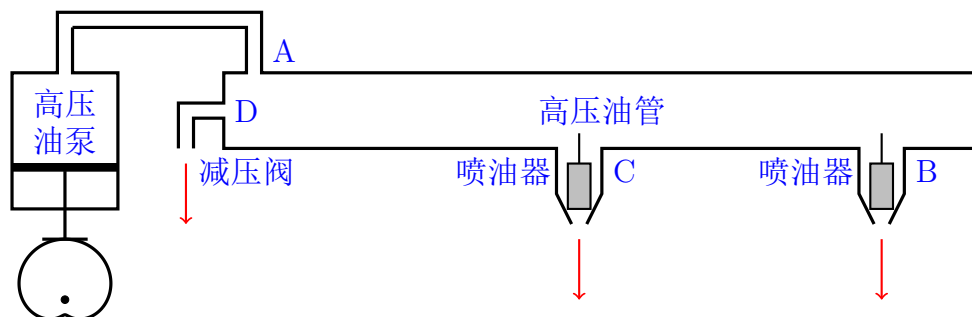

图 4 系统 3 示意图
- 喷油器 B：喷油器结构如图 4 所示，每秒工作 10 次，喷油量由针阀控制。针阀直径为 2.5 mm、密封座是半角为  $\pi/20$  的圆锥，最下端喷孔的直径为 1.4 mm。针阀升程为 0 时，针阀关闭；针阀升程大于 0 时，针阀开启，燃油向喷孔流动，通过喷孔喷出。